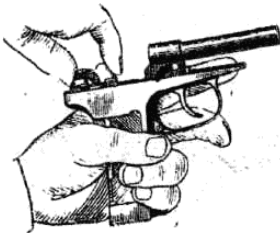

Рис. 74. Отделение курка от рамки
4. **Отделить курок от рамки.** Удерживая рамку в левой руке и повернув спусковой крючок в крайнее переднее положение, указательным и большим пальцами правой руки повернуть курок вперед до совпадения лысок на его цапфах с прорезями в цапфенных гнездах в рамке, сдвинуть курок в сторону ствола и вынуть его (рис. 74).